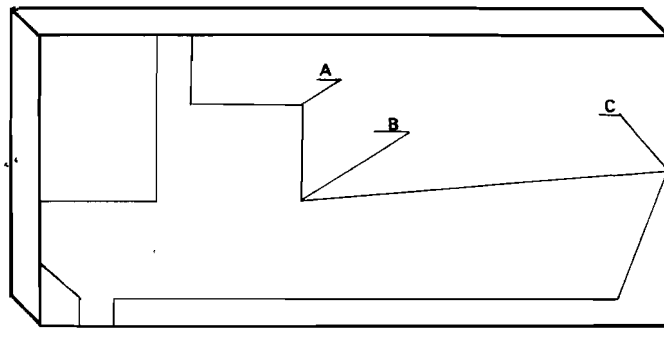

Fig. 7-17
6. ¿A qué altura se colocará el gramil para trazar las cotas señaladas con las letras A. B. C. de la fig. 7.17?